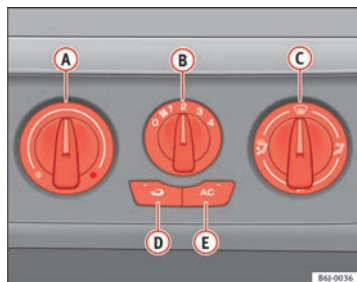

Fig. 93 Sulla plancia portastrumenti: i comandi dell'aria condizionata
- I comandi $\Rightarrow$ fig. 93 **A** e **C** e la manopola **B** servono a regolare la temperatura, a selezionare il livello di potenza del ventilatore e ad indirizzare il flusso d'aria.